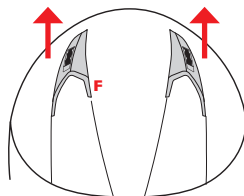

FIGURE 3
- Figure 3 : Déplacer les curseurs vers l'extrémité postérieure ; de cette façon, les prises d'air seront complètement ouvertes.